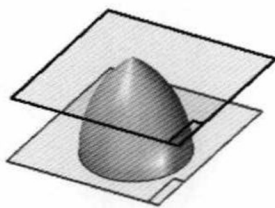

图 2.3 平面 5
Step3. 创建图 2.3 所示的平面 5 (本步的详细操作过程请参见随书光盘中 video\ch19\reference\文件下的语音视频讲解文件 blower_nozzle-r03.avi)。